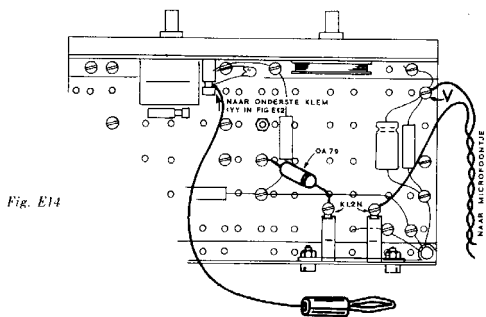

Fig. E14
2. Bevestig de stekkerbusplaat vervolgens naast de OC 14 tegen de metalen montageplaat (zie fig. E14).
6. Zet de aansluitsnoertjes van het kristaltelefoontje vast in de klemmen, die in figuur E14 zijn aangegeven.